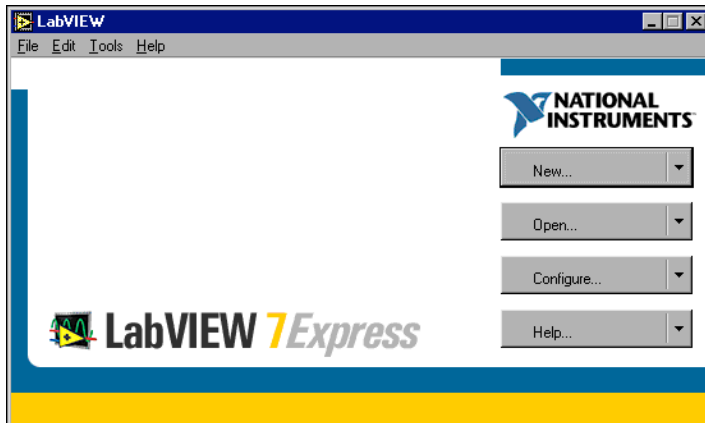

Figura 1-2. Botón de Diálogo LabVIEW
2. En el botón de diálogo de **LabVIEW**, mostrado en la Figura 1-2, haga clic sobre el botón **New** para desplegar el **Nuevo** botón de diálogo.